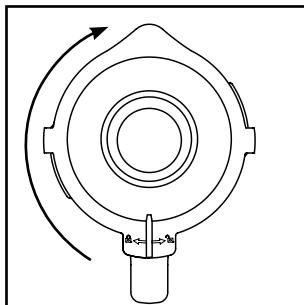

Abb. 2
- 4) Drücken Sie den Deckel **2** versetzt wieder fest auf den Mixaufsatz **3** auf. Schließen Sie den Deckel **2**, indem Sie ihn im Uhrzeigersinn in die Position drehen, bis er hörbar einrastet (siehe Abb. 2). Achten Sie darauf, dass die Ausgießnase am Mixaufsatz **3** verschlossen ist. Nur wenn der Deckel **2** bündig aufgesetzt ist, kann der Motor starten.